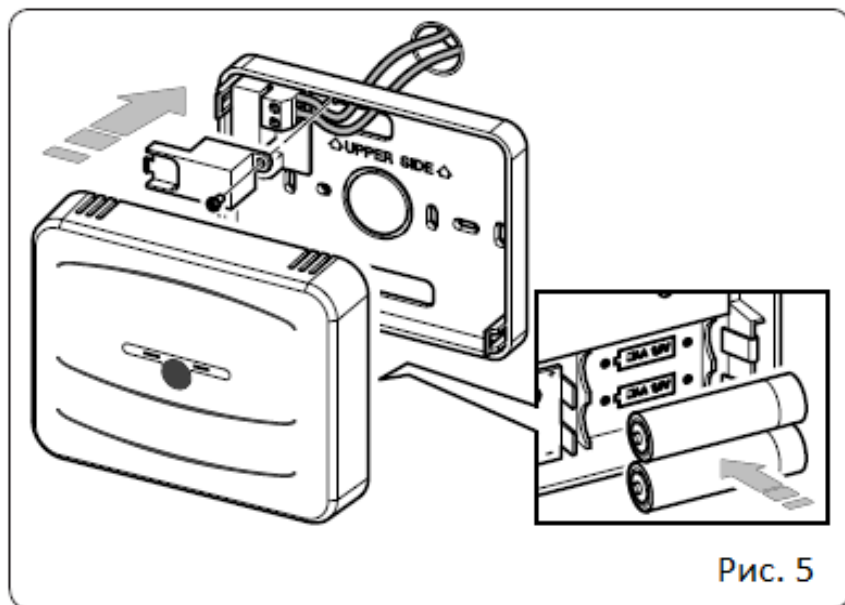

Рис. 5
Для подключения к котлу используются два провода (Рис. 5) с минимальным сечением 0,50 мм2 и максимальным сечением 1,5 мм2.
4. Установите в специальное углубление 2 аккумулятора на 1,5 В типа AA (не включены в поставку) (Рис. 5).
5. Защелкните корпус базы CRONO 7 на основании (Рис. 5).